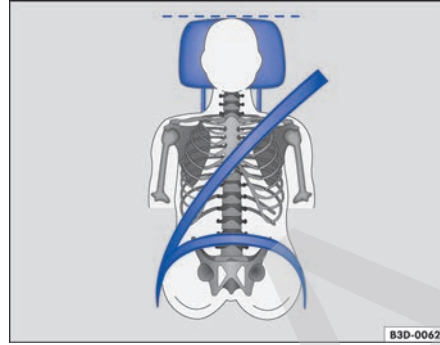

Fig. 36 Colocación correcta de la banda del cinturón y ajuste correcto del apoyacabezas.
- Ajuste el apoyacabezas de modo que el borde superior del mismo quede a la altura de la parte superior de la cabeza, pero nunca por debajo de los ojos. Mantenga la parte trasera de la cabeza siempre lo más cerca posible del apoyacabezas → fig. 35 y → fig. 36.